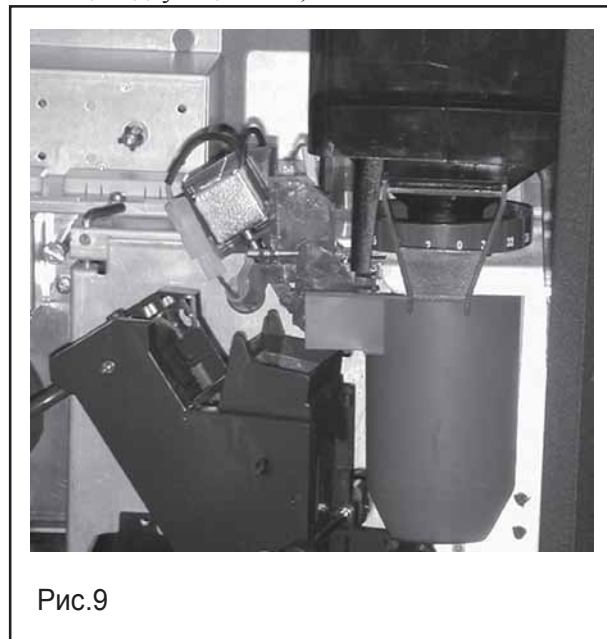

Рис.9
- двигатель ЦУ начинает вращение и заставляет поворачиваться ЦУ на пол оборота, при этом происходит зажим дозы молотого кофе в ЦУ (рис. 9);